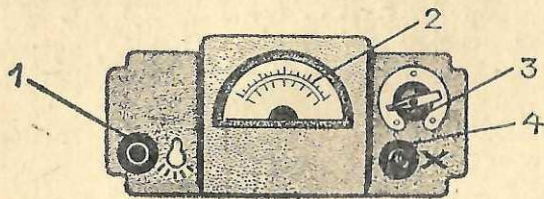

Рис. 6. Вид прибора сверху.
5.1.3. Кожух, основание и крышка отпрессованы из пресс-материала, обладающего высокой механической прочностью. На верхнюю лицевую часть кожуха (рис. 6) выходят: тумблер подсвета шкалы микроамперметра (1); шкала микроамперметра (2); переключатель поддиапазонов на 8 положений (3); кнопка сброса показаний X (4).